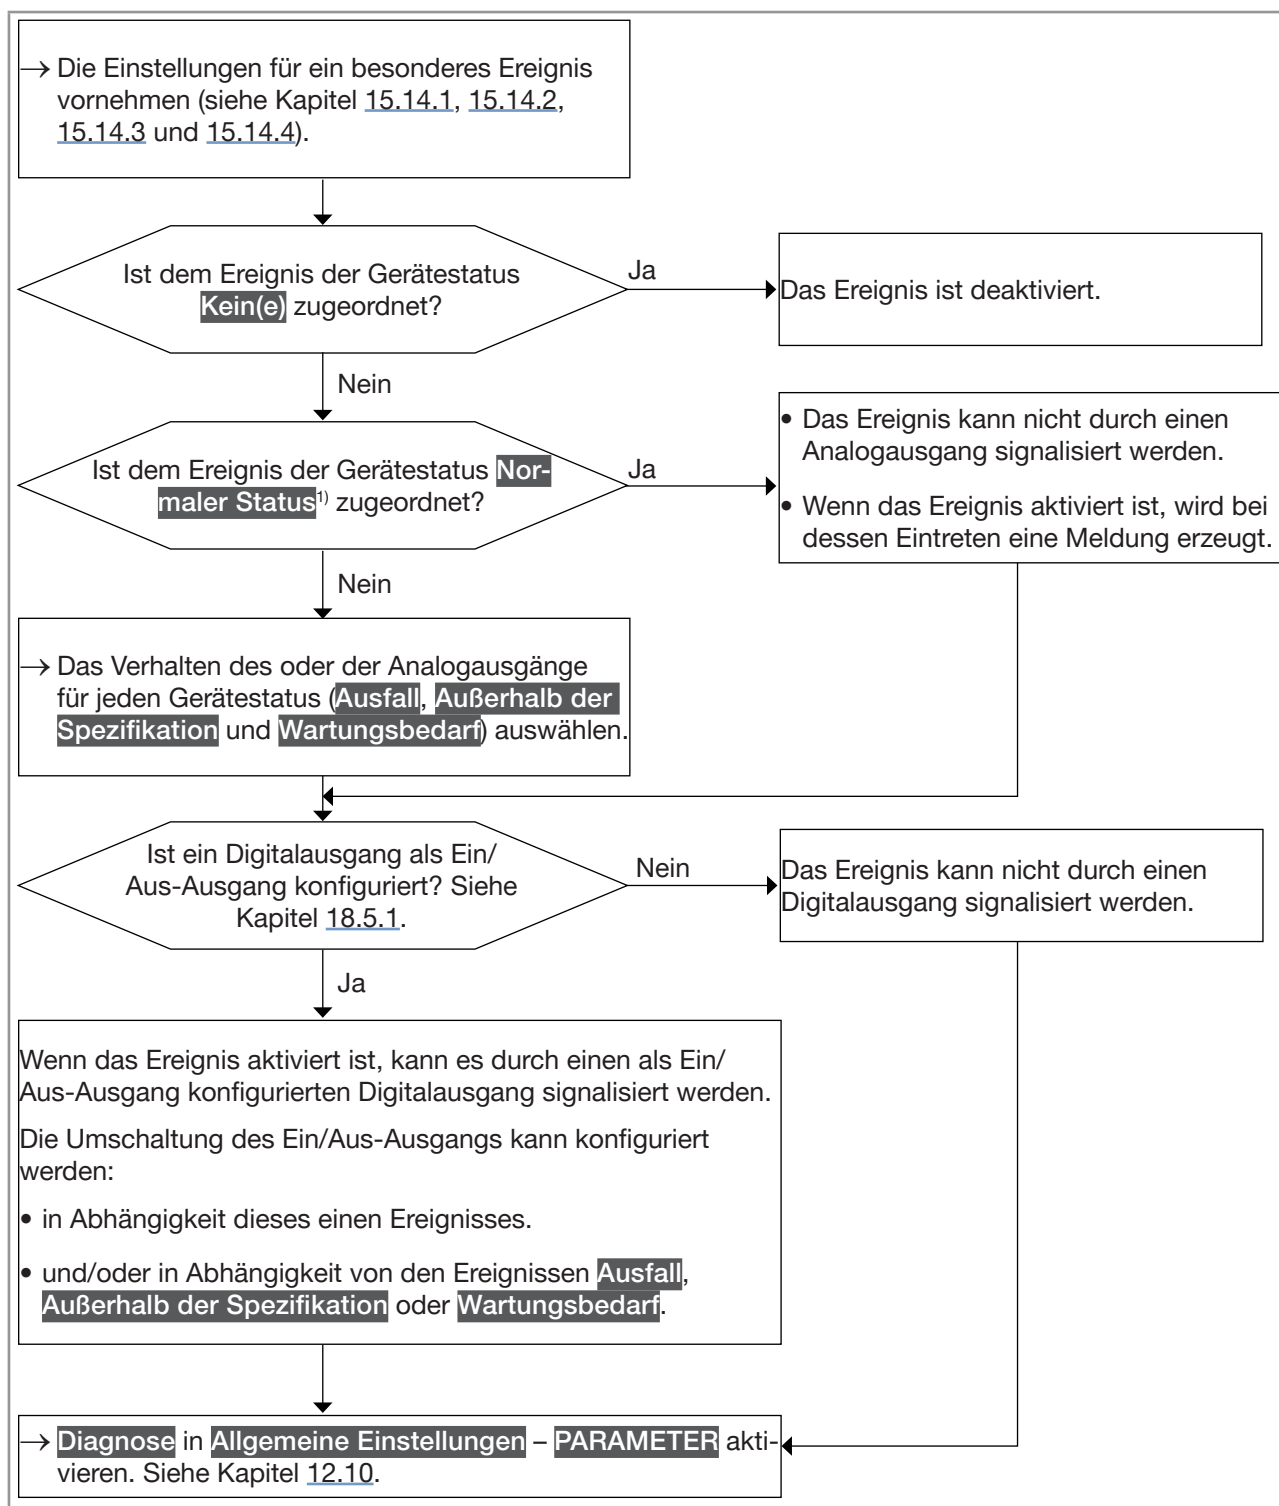

Abb. 64: Flussdiagramm: Konfiguration der Diagnosefunktionen
- Um informiert zu werden, wenn ein spezielles Ereignis im Prozess, auf dem Sensor oder auf der Elektronik auftritt, die Diagnosen konfigurieren, wie im Flussdiagramm in Abb. 64 auf Seite 240 gezeigt.